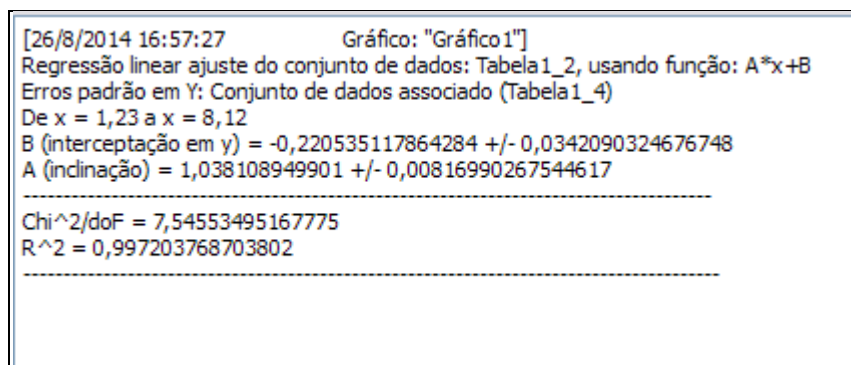

Figura 5. Resultados da regressão linear sobre os dados experimentais mostrados no exercício 1.
2. Considere que sobre os dados apresentados na tabela II do exercício 1 foi realizada uma regressão linear cujo resultado é mostrado na figura 5.